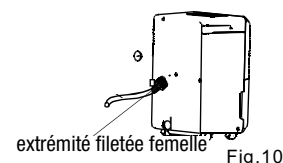

Fig. 10
- Installez l'extrémité fileté femelle du tuyau d'eau dans l'adaptateur A (Voir. Fig. 10), puis dirigez le tuyau d'eau vers le drain de plancher ou une installation de drainage approprié.